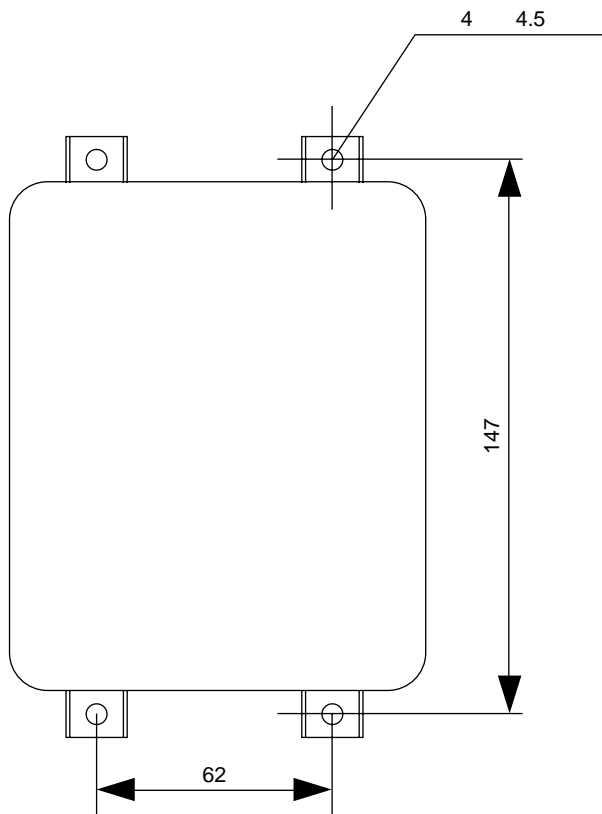

図3.4 取付図
- ・パネル内の取付箇所には図3.4取付図に示された位置，4カ所に穴（4.5mm）をあけます。